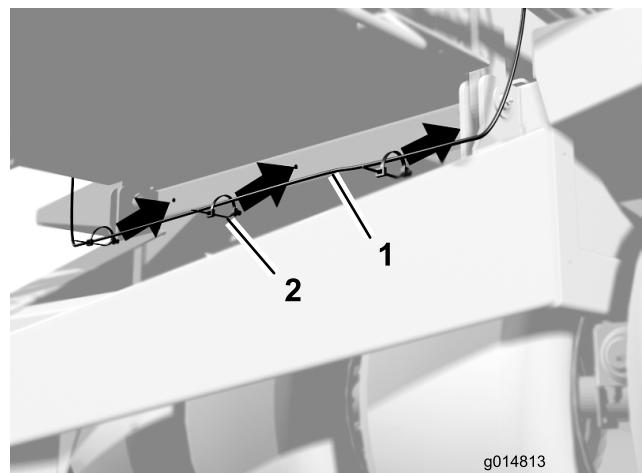

図 7
11. ホッパー前部にある穴（3 ケ所）を使って、ハーネスをケーブル・クリップで固定する（図 7）。